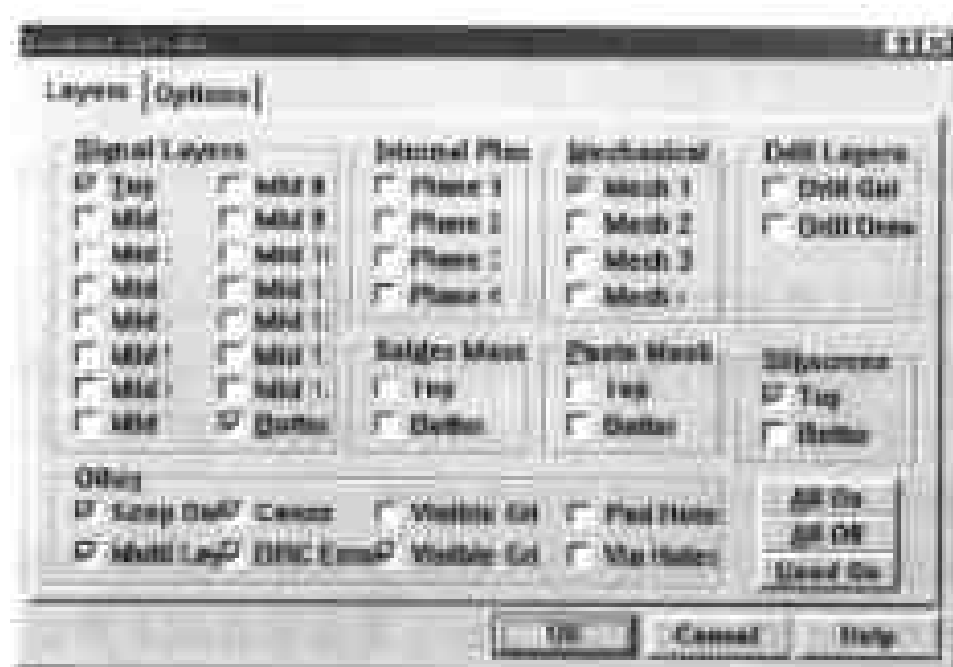

图 6-4 设置工作层面的对话框
- (1) 进入 PCB 编辑器后,选择 Design > Options,弹出 Document Options 对话框,在弹出的对话框中单击 Layers 标签,显示设置工作层面的选项,如图 6-4 所示。
- (2) 在对话框中划分了若干个选区,将各种不同类型的工作层面分别集中在相应的选区中。
(3) 在如图 6-4 所示的对话框中每一个复选框都对应于一个工作层面,单击复选框,即可打开相应的工作层面,而没有被选中的复选框所对应的工作层面则处于关闭的状态。
注意:在如图 6-4 所示的对话框中还提供了 All On, All Off 和 Used On 3 个按钮。单击 All On 命令按钮,可以令 Protel 99 的所有工作层面都处于打开的状态;单击 All Off 命令按钮,可以令 Protel 99 的所有工作层面都处于关闭的状态;而单击 Used On 命令按钮,则可以打开常用的工作层面。
比较图 6-8 和图 6-4 所示的两个对话框,可以看到这两个对话框中提供的选项基本相同,甚至在对话框中分布的位置也相同。所不同的是图 6-4 所示的设置工作层面的对话框中各个选项都是复选框,单击即可打开相应的工作层面,而图 6-8 所示的对话框中,各个选项旁边都是颜色框,显示出了相应的工作层面的显示颜色。